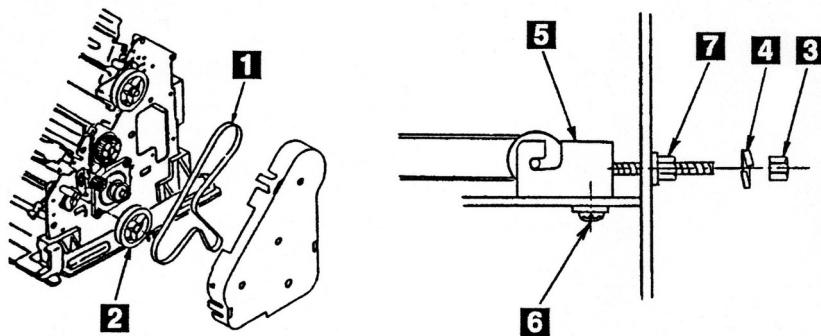

図5-49 Carrier Belt の張力調整
- 3 用紙をセットし、印刷スイッチを押すと、図5-49、50のように印字が開始される。